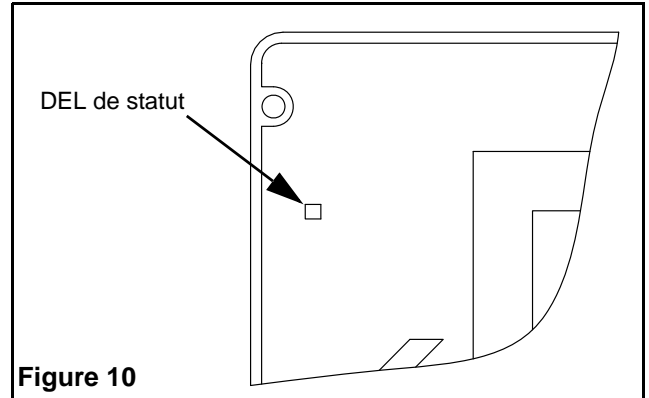

Figure 10
- Mettre le C.A. sous tension. La lampe témoin de mise en circuit C.A. (AC On) et l'enseigne s'illumineront. (voir fig. 10).
Le diagnostic automatique utilise un DEL rouge externe qui indique si une alarme est détectée (voir fig. 10), ce qui signifie que l'unité devra être inspectée.